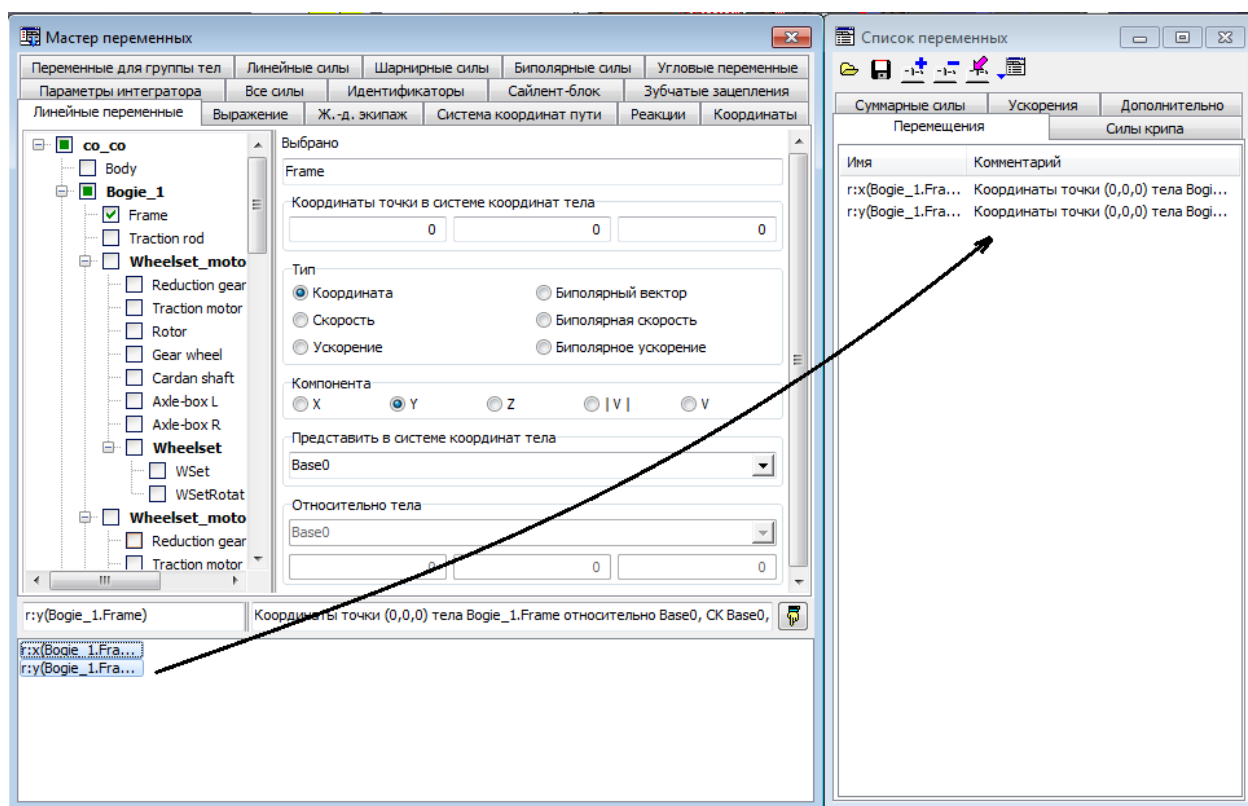

Рис. 4.48. Создание списка переменных
- создать переменную и перенести на соответствующую вкладку списка (рис. 4.48);